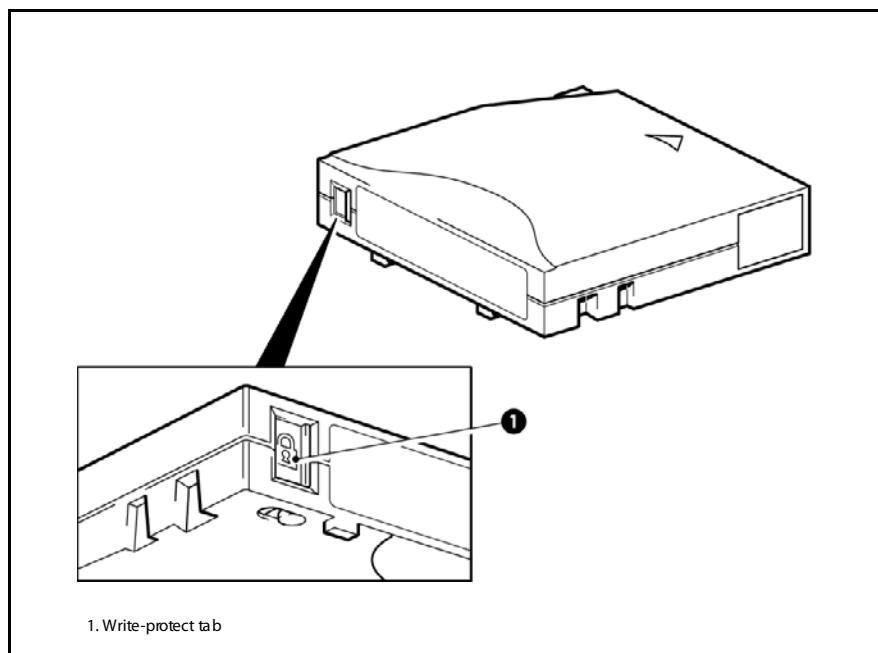

図 6: カートリッジの書き込み禁止
- カートリッジを書き込み可能にするには、カートリッジのツメを左に押して、データの書き込みができるようにします。書き込み禁止用のツメの場所は、図 6 を参照してください。